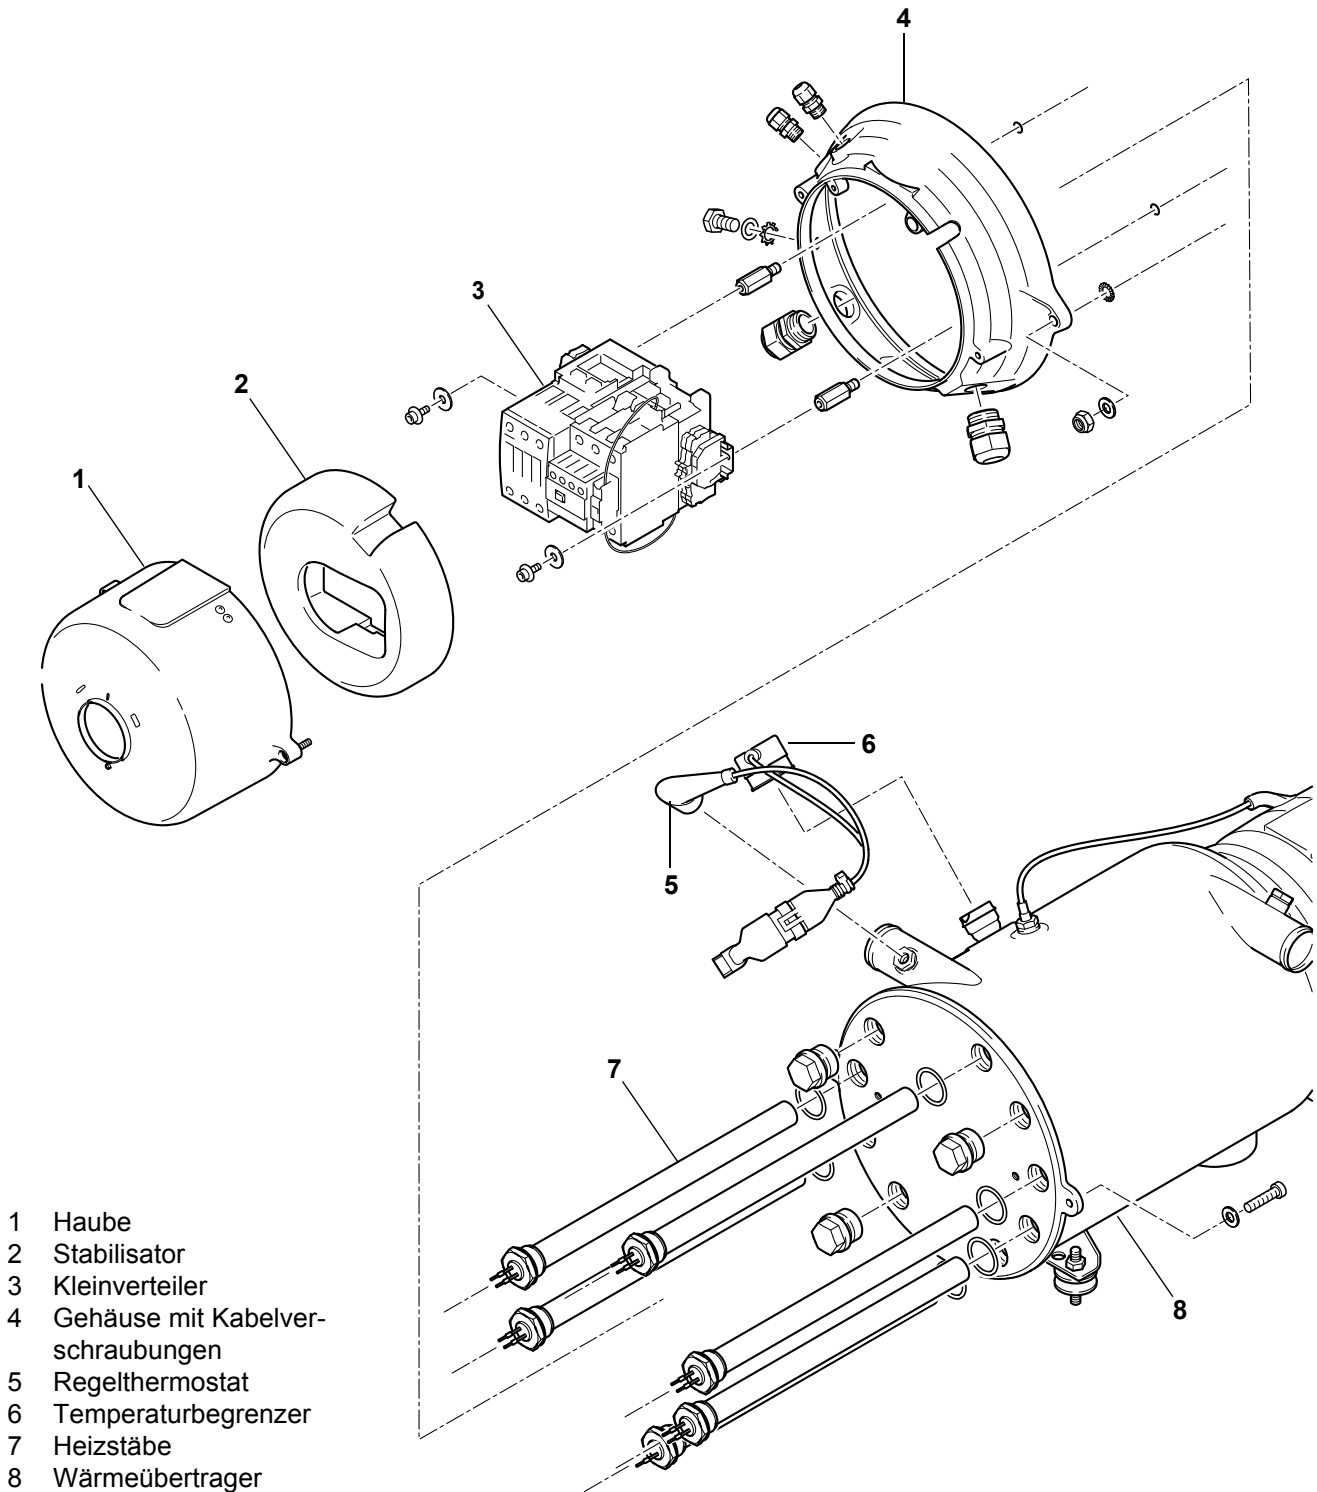

Abb. 302 HV-Steuerkopf / Kleinverteiler
Der HV-Steuerkopf (siehe Abb. 302) besteht aus einem Aluminium-Druckguss-Ring als Gehäuse (4) und der Haube (1). Darunter befindet sich ein Kleinverteiler (3) hinter einem Stabilisator (2). Das Gehäuse (4) ist am Wärmeübertrager (8) angeschraubt.
Beim Kleinverteiler (3, Abb. 302) sind auf einer 35mm-Tragschiene die für den elektrischen Teil des Heizgerätes erforderlichen Komponenten angebracht.